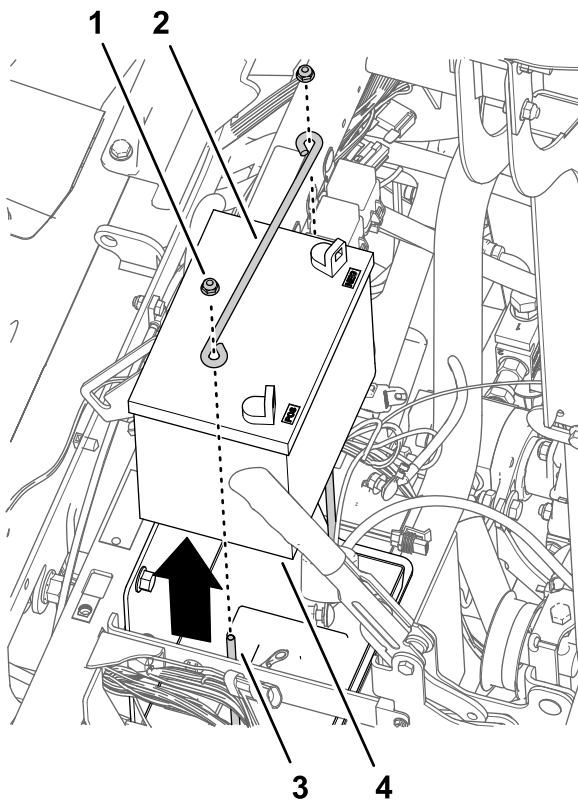

Figure 169
4. Reposez sur le volant le couvre-moyeu que vous avez retiré à l'opération 2 de Dépose du volant (page 75) (Figure 169).
1. Retirez les 2 contre-écrous à embase et la tige de maintien des 2 boulons en J qui fixent la batterie à son support sur la machine (Figure 169).
2. Retirez la batterie de la machine (Figure 169).